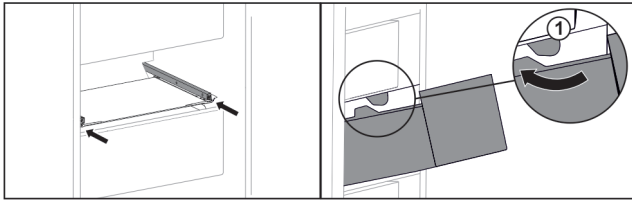

Fig. 127
- ▶ Прокарайте чекмеджето около ограничителите *Fig. 127 (1)*.